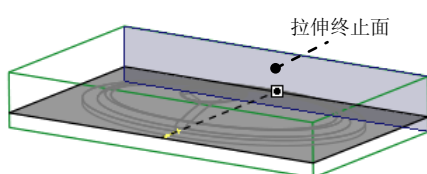

图 21.33 选取拉伸终止面
- ② 将模型调整到图 21.33 所示的视图方位，选取图中所示的坯料表面为拉伸终止面。
- ③ 在“拉伸”操控板中单击  按钮，完成特征的创建。